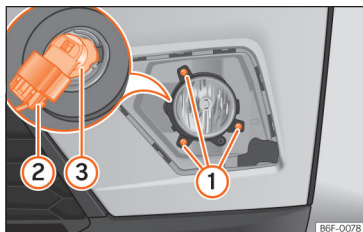

Abb. 58 Nebelscheinwerfer: Lampenhalter ausbauen
- Entfernen Sie die 3 Schrauben » **Abb. 58** ① und ziehen Sie den Nebelscheinwerfer ab.
- Ziehen Sie den Stecker von der Lampe ② ab.
- Drehen Sie die Lampenfassung ③ nach links und ziehen Sie.